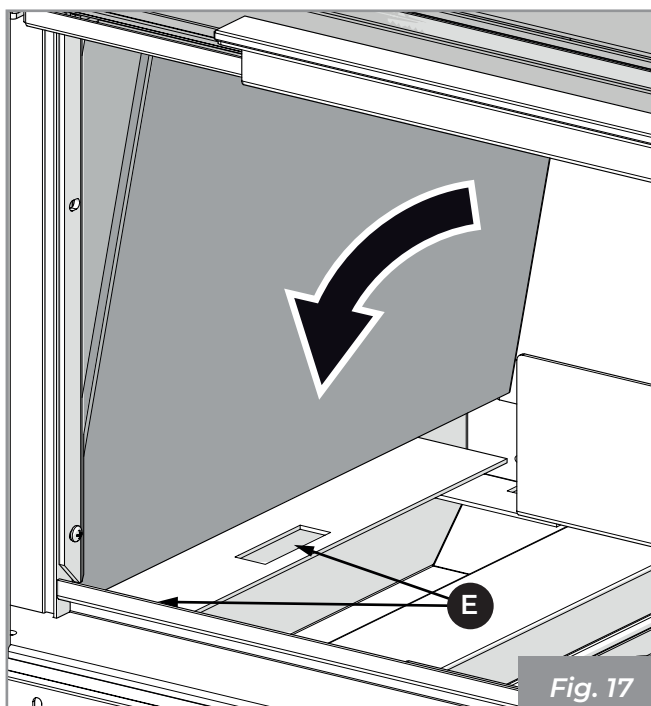

Fig. 17
- 3) Posizionare il refrattario laterale avendo cura di inserirlo nelle apposite asole (E) (Fig. 17).